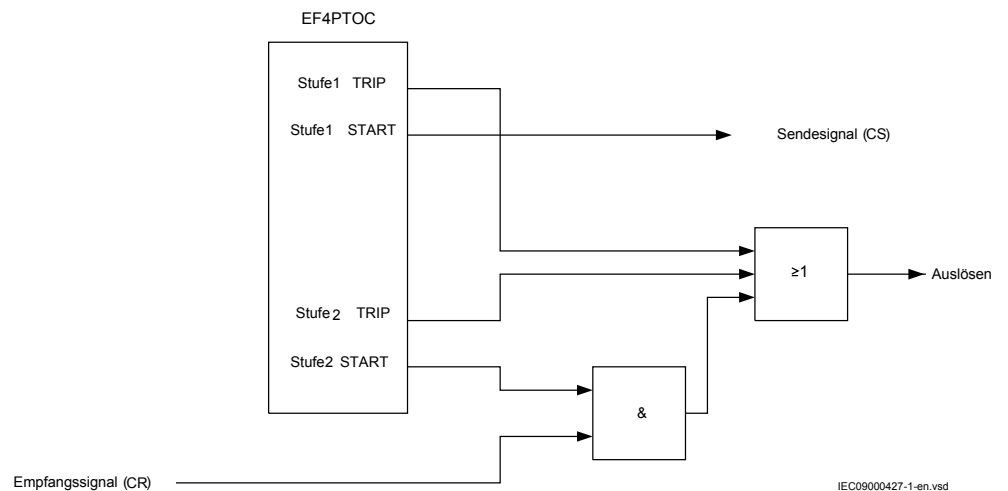

Abb. 35: Logik des vierstufigen Signalvergleichsschutz mit dem Mitnahmeverfahren für den Erdfehlerschutz
Es wird ein Signal für den Signalvergleichsschutz gesendet (CS), wenn ein Fehler durch Stufe 1 ($3I_0 \gg$ Unterreichstufe) ermittelt wurde. Wird ein Signal empfangen (CR), löst Stufe 2 ($3I_0 \gg$) unverzüglich aus. Die Logik kann wie in Abbildung 35 gezeigt beschrieben werden.